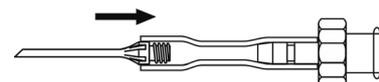

Abb. 4
- Montieren Sie den Reinigungsadapter (G-31021) wie beschrieben (Abb. 4).
- Entfernen Sie nach der Reinigung und Desinfektion den Reinigungsadapter in umgekehrter Reihenfolge (siehe Abb. 4).